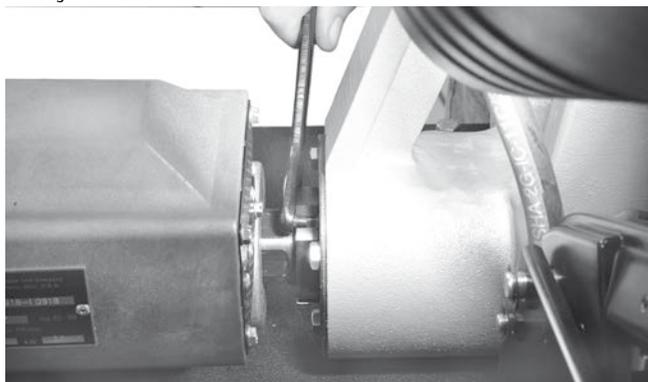

Figura 25 - Desapertar e remover a porca de fixação do veio da transmissão
3. Retire o veio da transmissão da frente da ranhuradora (figura 25).
4. Use a chave de bocas para remover a porca de fixação do rolamento do veio da transmissão (figura 25).